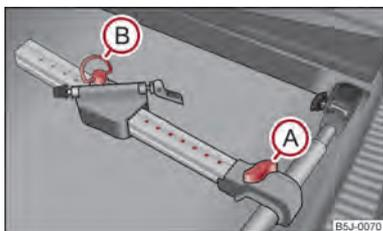

Fig. 54 Montar el portabicicletas
- Coloque el portabicicletas autorizado sobre el travesaño. Después de tirar el tornillo (A) → fig. 54 hacia arriba, deslice el larguero (pieza de aluminio) hacia el travesaño hasta que encastre y enrosque el tornillo (A) en la tuerca.
- Afloje el tornillo (B) de la parte deslizante del portabicicletas y extraerlo, y a continuación coloque la parte deslizante del soporte, según el tamaño de la bicicleta, en una de las posiciones posibles.
- Poner el tornillo (B) en la posición deseada y apretarlo.